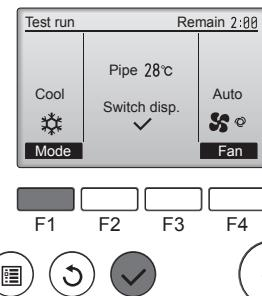

Fig. 6-5
- ① Tryck på knappen **F1** för att gå igenom funktionslägena i ordningen "Cool" (kyla) och "Heat" (värme). (Fig. 6-5)
- ② Tryck på knappen **✓** och öppna skärmen för inställning av lameller.